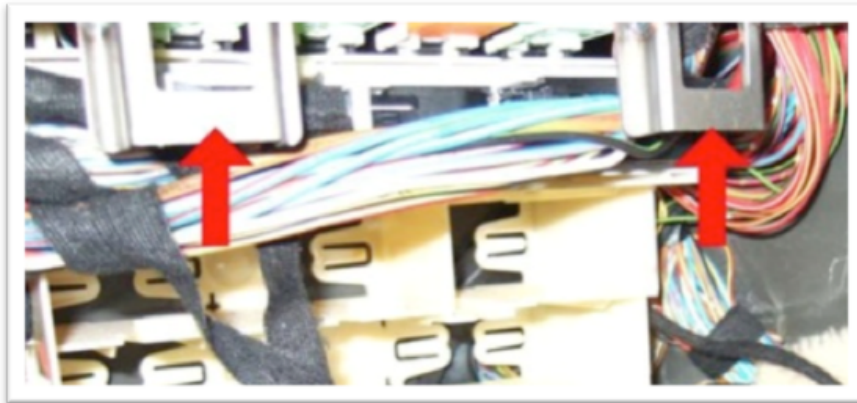

Abbildung 2: Grundmodul in der Halterung
- Das Grundmodul befindet sich hinter den Metallhalterungen des Handschuhfachs (Abb.2)